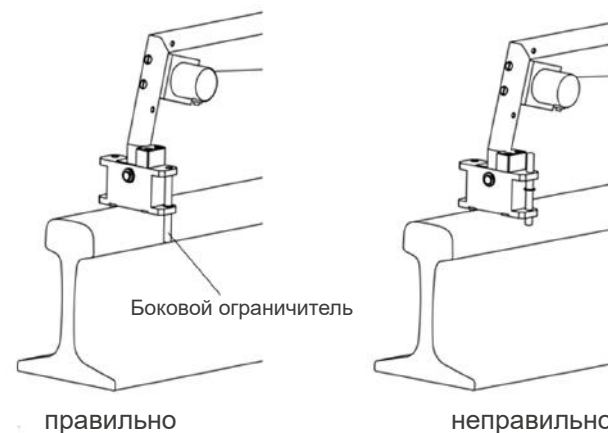

Рис.4
5.2 При установке устройства «Слайдер М3» на объект контроля убедитесь, что оба ограничителя с одной стороны (любой) плотно, без зазора, прилегают к поверхности объекта контроля (Рисунок 4, Рисунок 5)